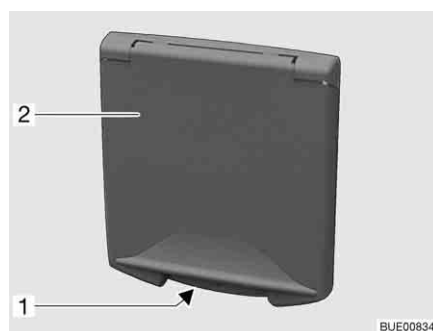

Fig. 36 Portillon pour le raccordement 230 V
- Dans la poignée encastrée (Fig. 36,1), saisir le portillon extérieur (Fig. 36,2) et le faire basculer vers le haut.